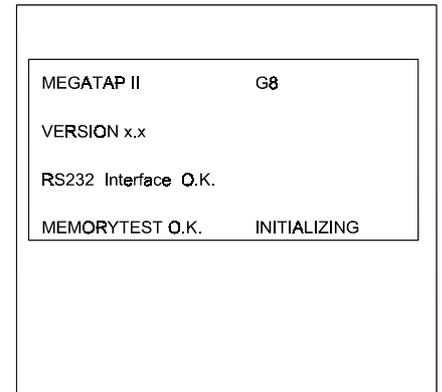

Bild 4-1 Selbsttest-Anzeige
2. Die Steuerung führt einen Selbsttest durch; während des Selbsttests erscheint, abhängig von den integrierten Optionen, nebenstehende Anzeige auf dem Display (Bild 4-1).